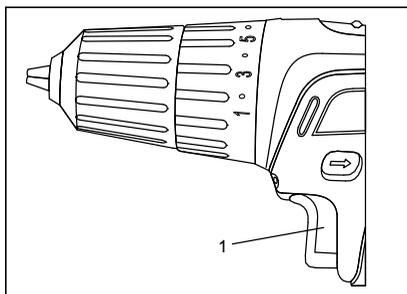

Рис.7
Шуруповёрт оснащен кнопкой включения (1) с плавной регулировкой числа оборотов. Медленное вращение происходит при легком нажатии на кнопку и увеличивается при более сильном нажатии (Рис. 7).